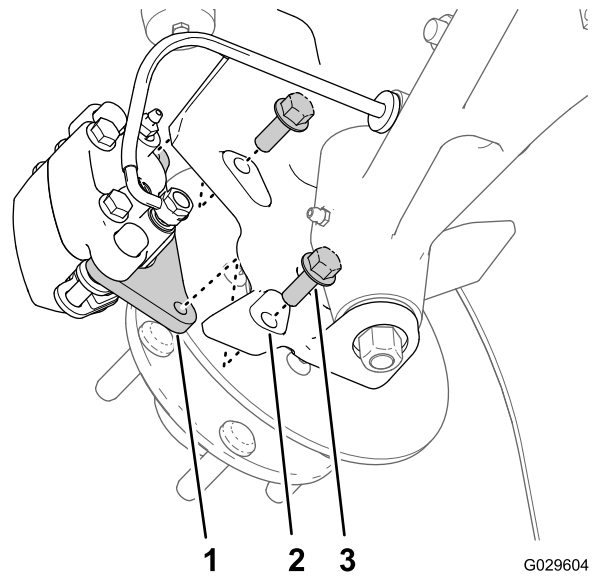
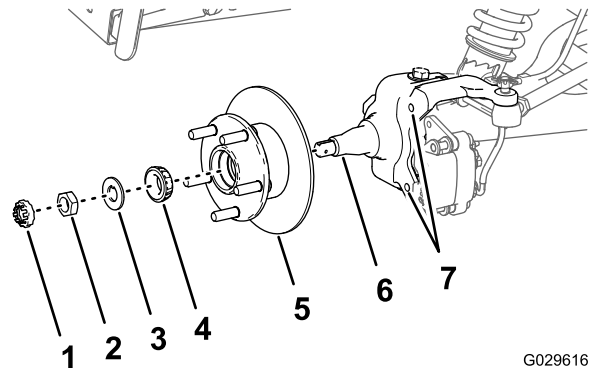

Figura 31
Figura 35
3. Retire os parafusos de cabeça flangeada (3/8 x 1 pol.) que prendem o suporte para o conjunto dos travões ao eixo e afaste o travão do eixo (Figura 31).
1. Aplique uma leve camada do lubrificante especificado no eixo (Figura 35).
2. Monte o cubo e o rotor no eixo com o rotor interior (Figura 35).
3. Monte o rolamento exterior no eixo e coloque o rolamento na correia exterior (Figura 35).
4. Monte a anilha com patilha no eixo (Figura 35).
5. Enrosque a porca do eixo no eixo e aperte a porca enquanto roda o cubo (Figura 35).
2. Alinhe as pastilhas dos travões com cada lado do rotor (Figura 31) e os orifícios no suporte da pinça com os orifícios na montagem dos travões da estrutura do eixo (Figura 35).
3. Monte o suporte da pinça na estrutura do eixo (Figura 31) com os 2 parafusos de cabeça flangeada (3/8 x 1 pol.) e aperte os parafusos com 47 a 54 N·cm.